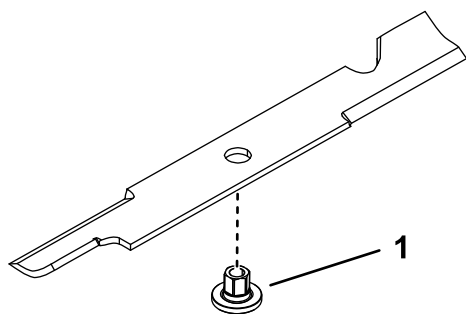

Рисунок 75
1. Вставьте втулку через отверстие в ноже так, чтобы фланец втулки был на нижней (обращенной к травяному покрову) стороне ножа (Рисунок 75).